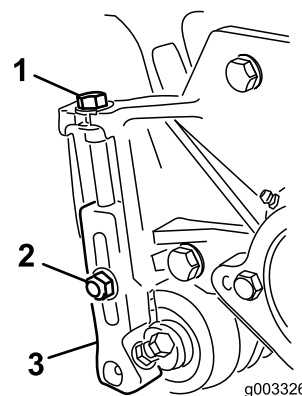

Рисунок 8
3. Ослабьте контргайки, которые крепят кронштейны высоты скашивания к боковым пластинам режущего блока (Рисунок 8).